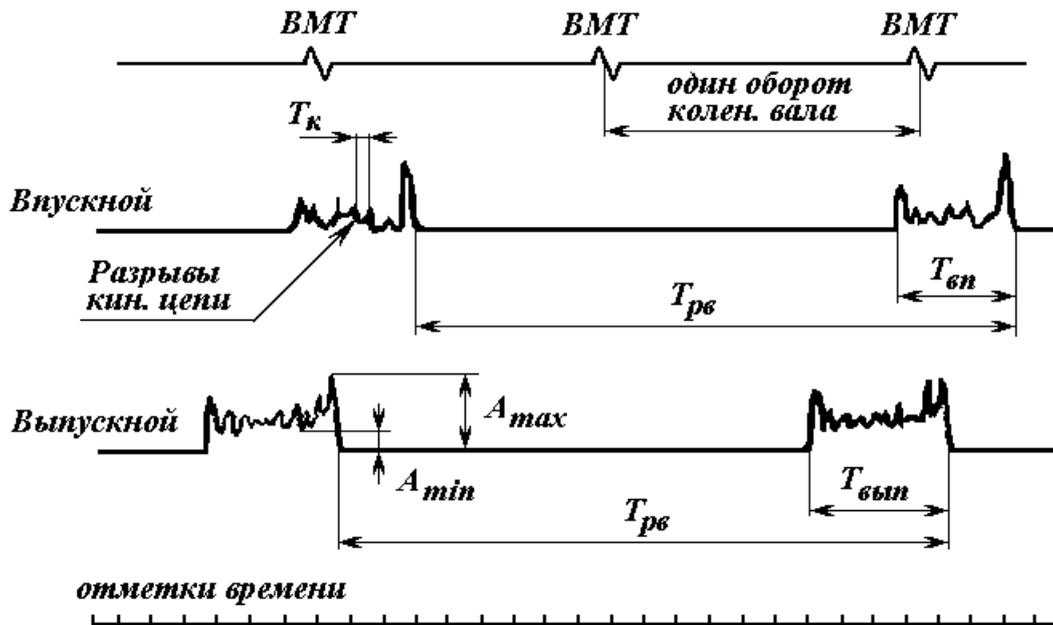

Рис. 2
(см. рис. 2). По величине груза  $\Delta G$  определить с помощью формулы (8) длину  $l_{шк}$ , а затем по формулам (6) и (7) – массы  $m_{шп}$  и  $m_{шк}$ .
7. Обработать осциллограммы: определить максимальные и минимальные силы, действующие в механизме, частоту колебаний привода клапанов, действительную частоту вращения коленчатого вала, продолжительность открытия клапанов и фазы газораспределения, наличие разрывов кинематической цепи привода клапанов. Для обработки выбирается участок осциллограммы (рис.2) с постоянной скоростью развертки (средний участок ленты).